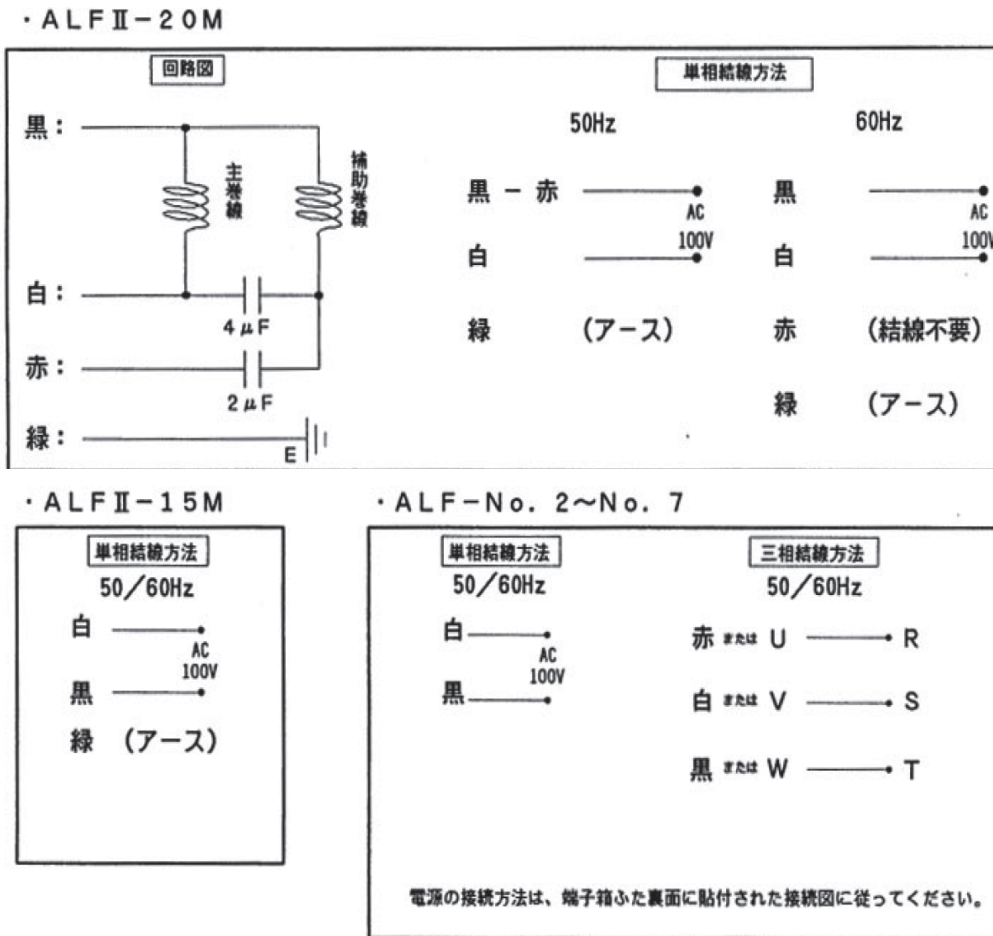

図7 結線図
- (3) 電源配線の結線は図7の結線図により行ってください。